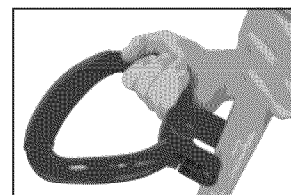

Figure 11 - Insertion de la poignée sur l'arbre
2. Insérez la poignée sur l'arbre du taille-bordures / coupe-bordures, entre la poignée arrière et le bouton de déclenchement de l'arbre télescopique. Appuyez sur la poignée de façon qu'elle se fixe sur l'arbre (voir la Figure 11).